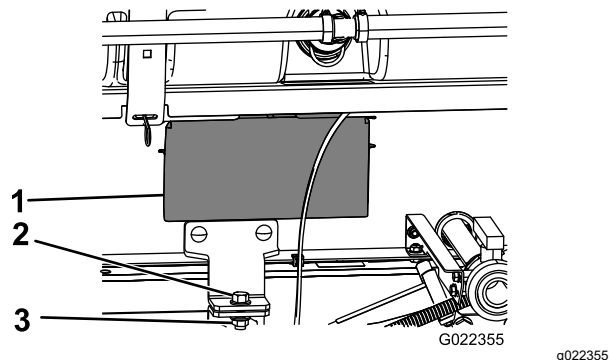

Figure 36
5. Déposez les panneaux d'accès de chaque côté du cadre du patin (Figure 36).
8. Fixez la patte de maintien du patin de cuve au support du plateau sur le cadre, de chaque côté de la machine, à l'aide d'un boulon ($\frac{1}{2}$ " x $1\frac{1}{2}$ ") et d'un contre-écrou ($\frac{1}{2}$ "), comme montré à la Figure 36.